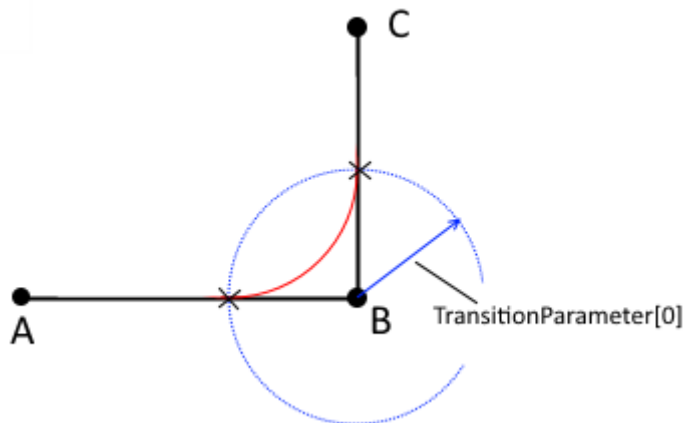

图 7.4 拐角过渡模式
1) 基于位置的拐角规划模式。在这个模式下，TransitionParameter[0]是实际交汇点的半径（过渡前的轨迹终点和过度后的轨迹起点），如图 7.4 所示。